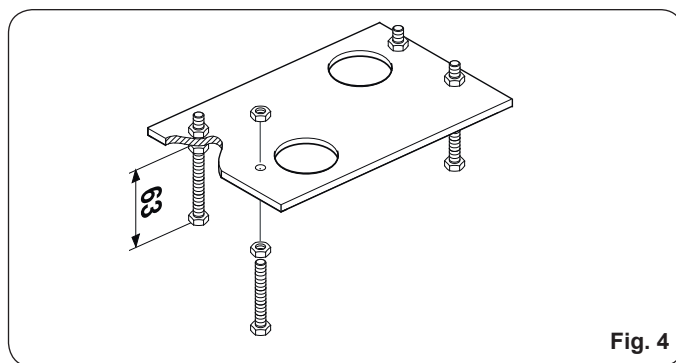

Fig. 4
1. Montar a placa de fundação como na Fig. 4.